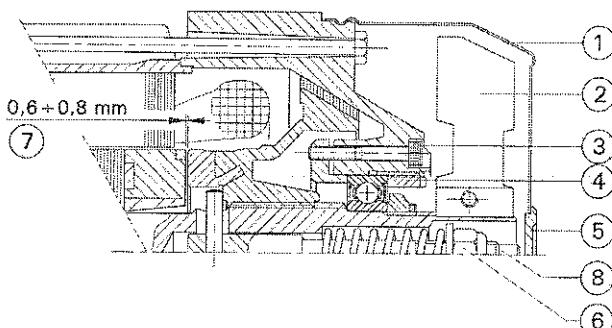

Fig. 7
8.2 REGLAJE DEL FRENO DEL MOTOR (fig. 7)